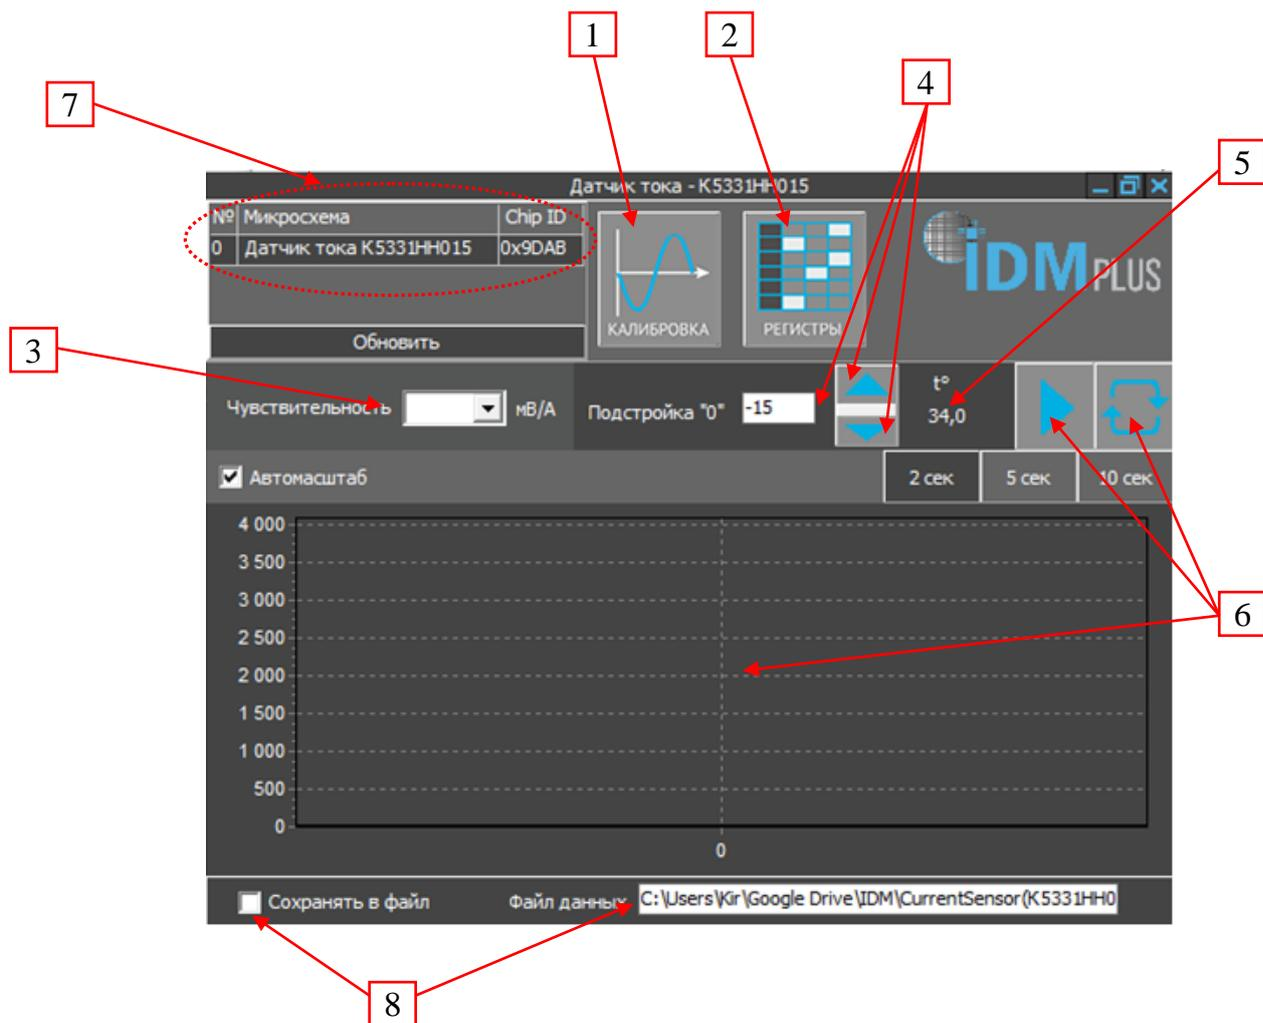

Рисунок 3 – Интерфейс программы «Датчик тока – K5331НН015.exe» с указанием позиций (поз. 1 - 8) интерактивных кнопок и индикаторов
3.4.1 Нажать интерактивную кнопку «РЕГИСТРЫ» (поз.2 рисунок 3). После этого появится окно «Регистры», как показано на рисунке 12.